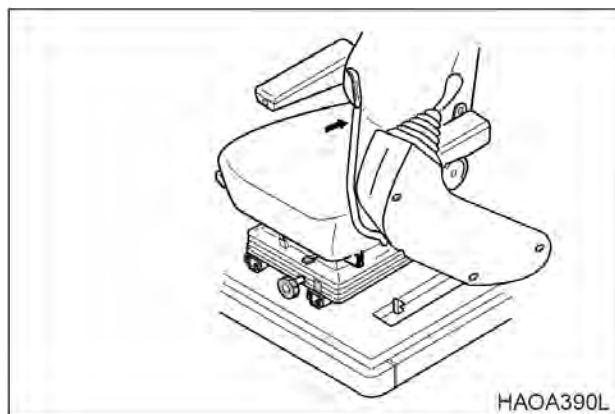

Рис. 90
Покидая машину, необходимо установить рычаг блокировки безопасности в положение блокировки (**LOCK**), рис. 90, в противном случае в результате случайного перемещения рабочих рычагов может произойти серьезная авария.
2. Установить рычаг безопасности в заблокированное положение (**LOCK**), рис. 90.
2. Установить рычаг безопасности в заблокированное положение (LOCK), рис. 90.